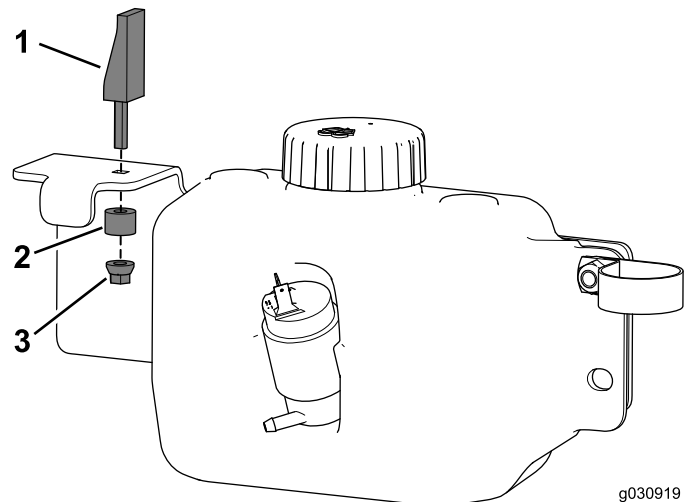

Figure 35
- Posez le loquet à expansion sur le support du réservoir (Figure 35).